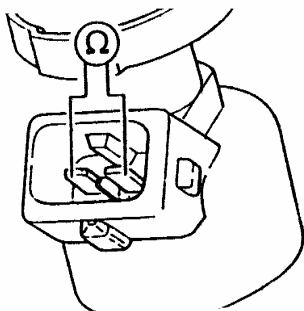

图 3-27 检查油器电阻
(6) 检查喷油器的端子间电阻值, 如图 3-27 所示。其允许值为 12.0~15.0V, 如达不到允许值, 更换损坏的喷油器。